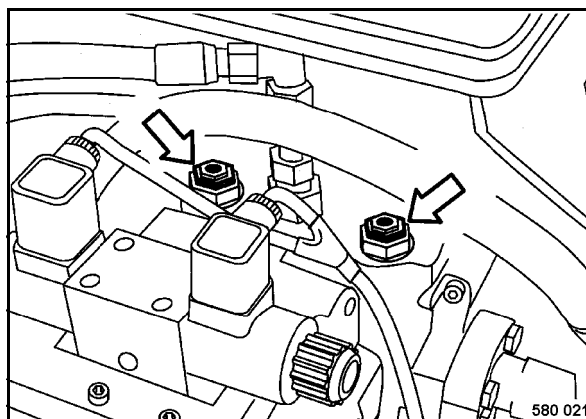

fig. 60
- Dévisser le six pans du milieu des deux clapets (fig. 60) d'env. 2 à 3 tours.